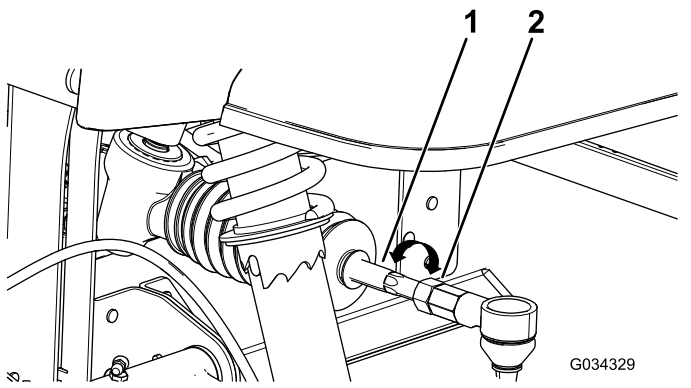

图 48
4. 如果测量值超出 0 +/- 3mm 应松开横拉杆外端的锁紧螺母 图 48。